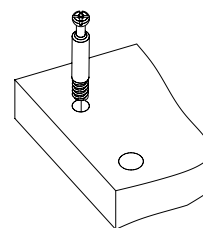

Рис.1
1. Вкрутите шпильки минификсов в детали 1, 2, 3, 4, 5, 6, 7, 8 (Рис. 1).